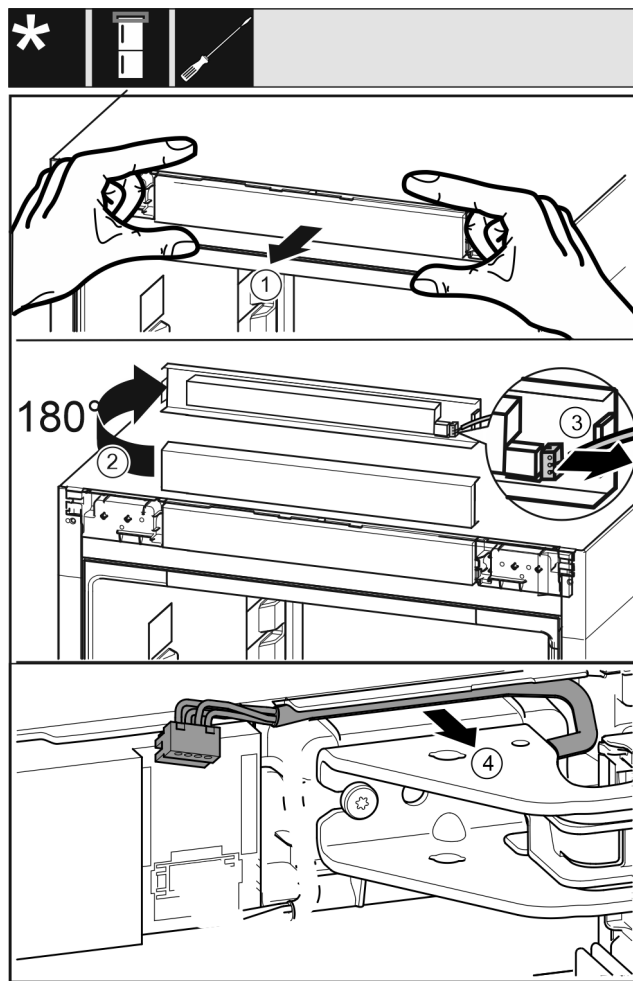

Fig. 19
- Lironi nga përpara me kujdes panelin mbulues të komandimit Fig. 19 (1).
- Rotulloni për lart me 180° panelin mbulues të komandimit Fig. 19 (2).
- Shtypni nga prapa majën e kapjes Fig. 19 (3) dhe tërhiqni spinën jashtë me kujdes.
- Lironi me kujdes kabllon Fig. 19 (4) nga udhëzuesi mbi bazamentin mbështetës.